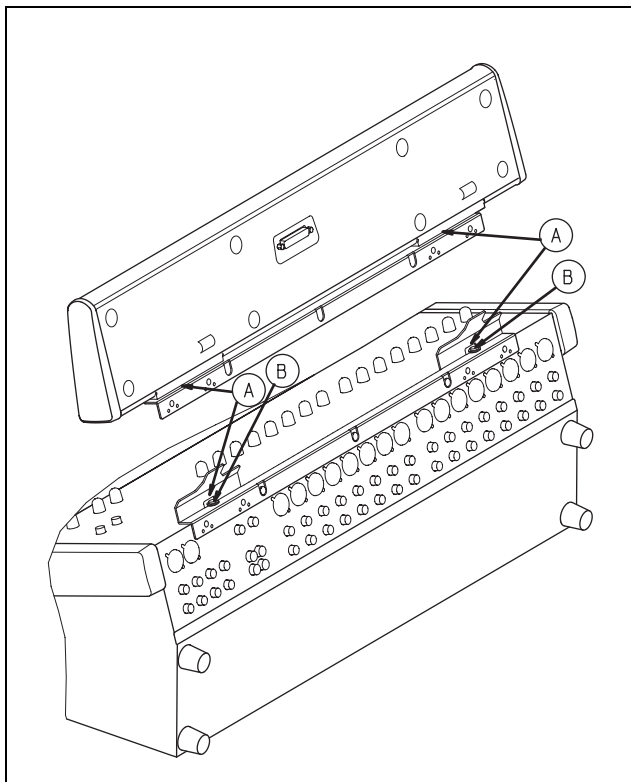

Abb. 1: Die MU-1000 in Position bringen
- 1 Wie in Abbildung 1 gezeigt, muss die MU-1000 so befestigt werden, dass die beiden Aussparungen in der Befestigungsplatte (A)